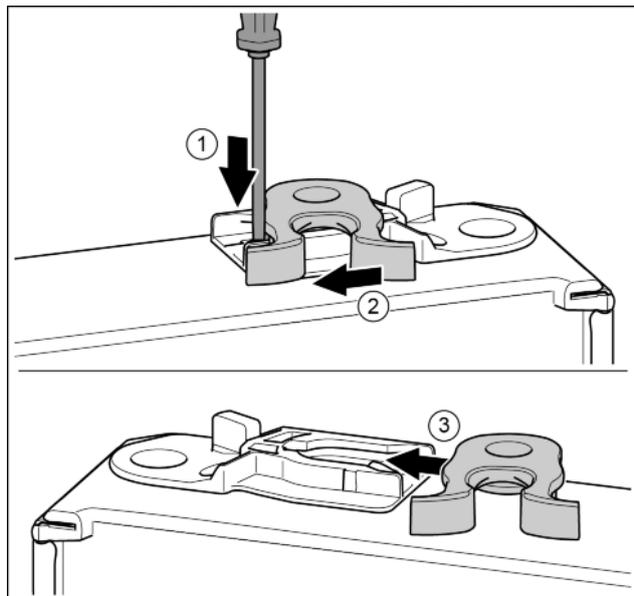

Fig. 17
- ▶ Pousser vers le bas la languette avec un tournevis plat. Fig. 17 (1)
- ▶ Tirer le crochet de fermeture en dehors du guide. Fig. 17 (2)
- ▶ Pousser le crochet de fermeture dans le guide de l'autre côté. Fig. 17 (3)